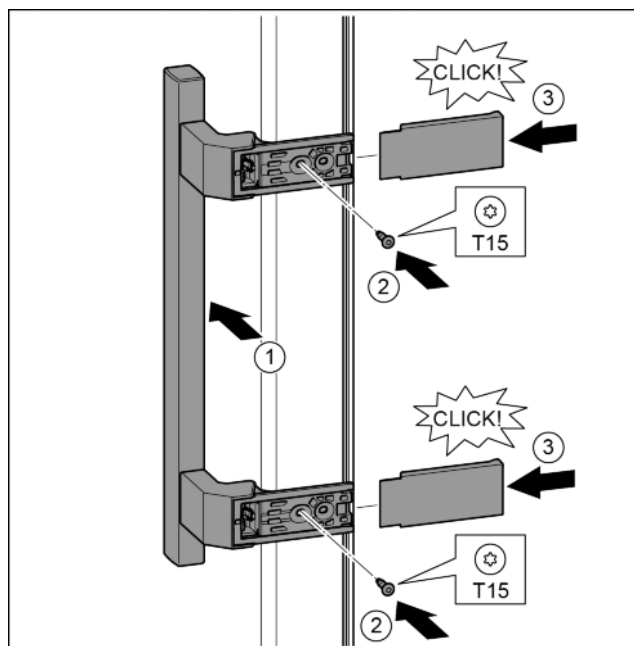

Fig. 20
- ▶ Założyć uchwyt po przeciwległej stronie. Fig. 20 (1)
- ▶ Śruby przykręcić przy pomocy śrubokręta T15. Fig. 20 (2)
- ▶ Osłony założyć z boku i wsunąć. Fig. 20 (3)